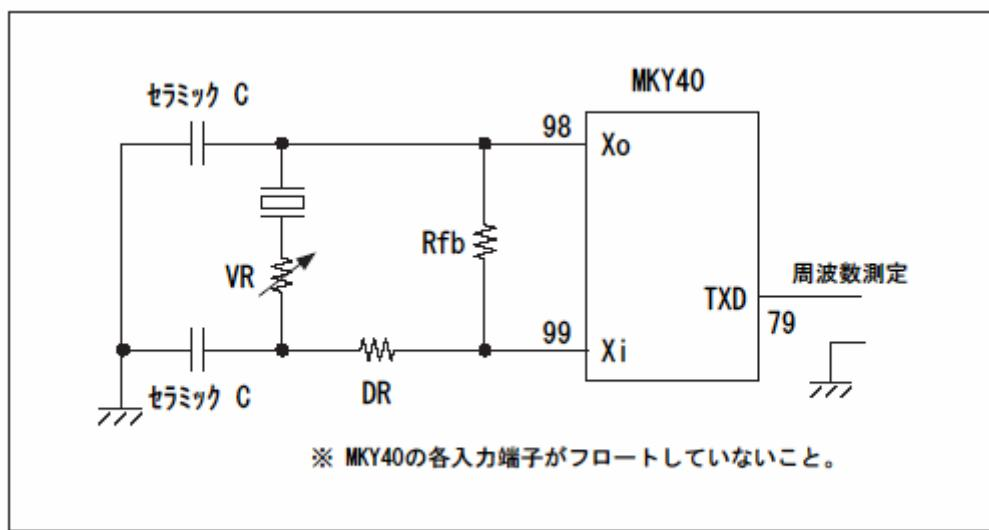

図.1
通常、量産品に利用する発振子を選択する場合、利用者が発振子メーカーへ、対象のLSIを提供し、そのLSIと発振子に適合する周辺部品の値の提示を受けることが一般的です。これは、発振子がアナログ的に動作するため、発振子自体が持つ特性による周辺部品の値の策定が必要だからです。しかし、量産対象品では無い場合は、発振子メーカーがこの依頼を受け付けてくれない場合もあります。そこで水晶発振の安定度を見て周辺定数を策定する方法を例示します。選択した固有の水晶発振子の持つ付加容量や等価抵抗値から、周辺部品の値を決定して、安定度を策定する方法です。MKY40においては、より適切な帰還抵抗値を設定可能とする配慮から、LSI内部に帰還抵抗はありません。発振子には、発振子メーカーが掲示する素子固有のパラメータがあります。MKY40が採用しているC-MOSインバータをアンプとして利用する形態の発振回路では、発振子メーカーが掲示するパラメータの負荷容量と等価抵抗値に着目します。等価抵抗値は、発振回路の安定度や余裕度を測定し、判定する基準となります。図.1及び下記の方法により評価実施と回路定数を選択します。
1. 図.1 のように、発振子に直列にVRを増設し、TXD端子における発振の確認と周波数を測定します（各パーツはLSIの直近に配置し、配線を引き回してはいけません。また、VRには高周波特性の良いポテンショニメータ等が良好です）。